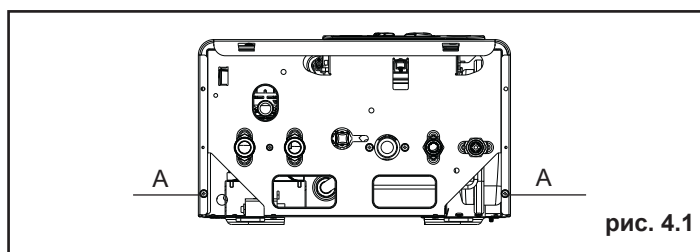

рис. 4.1
- Отвинтите крепежные винты А (рис. 4.1) и снимите облицовку